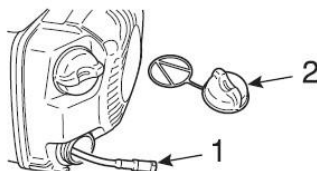

Fig. 20
ATTENZIONE! Controllare il filtro dell'olio periodicamente, un filtro ostruito (Fig. 20-①) compromette il normale funzionamento dell'impianto di lubrificazione.
1. Svitare il tappo del serbatoio dell'olio (Fig. 20-②).
2. Estrarre il filtro dell'olio (Fig. 20-①) dal serbatoio con un uncino metallico.
3. Se il filtro (Fig. 20-①) è sporco, lavarlo con benzina o sostituirlo.